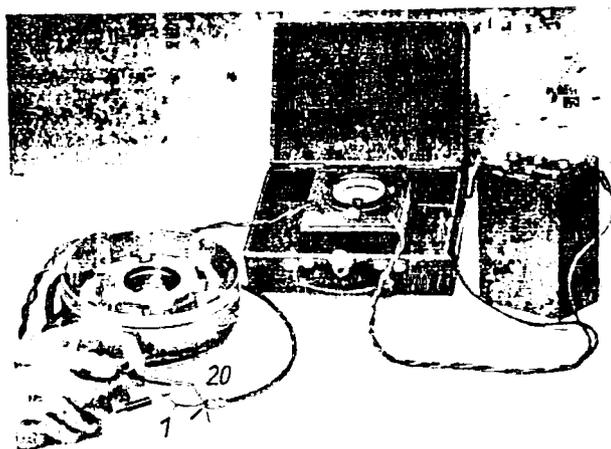

Bild 216. Messen des Vorschaltwiderstandes bei einer NZ-Anlage
Die Prüfung des Widerstandes geschieht mit Hilfe des unter Nr. 8231 lieferbaren Widerstandsmessers. Dabei sind das Meßgerät und der zu messende Widerstand so in den Stromkreis eines gut geladenen 6-Volt-Sammlers zu legen, wie Bild 216 zeigt, d. h. der Anschluß des Widerstandsmessers hat an den Leitungsenden 20 (DF) und 1 (D+) zu erfolgen. Bei einwandfreiem Widerstand muß am Widerstandsmesser ein Wert von 8,5 Ohm (Toleranz  $\pm 10\%$ ) angezeigt werden.